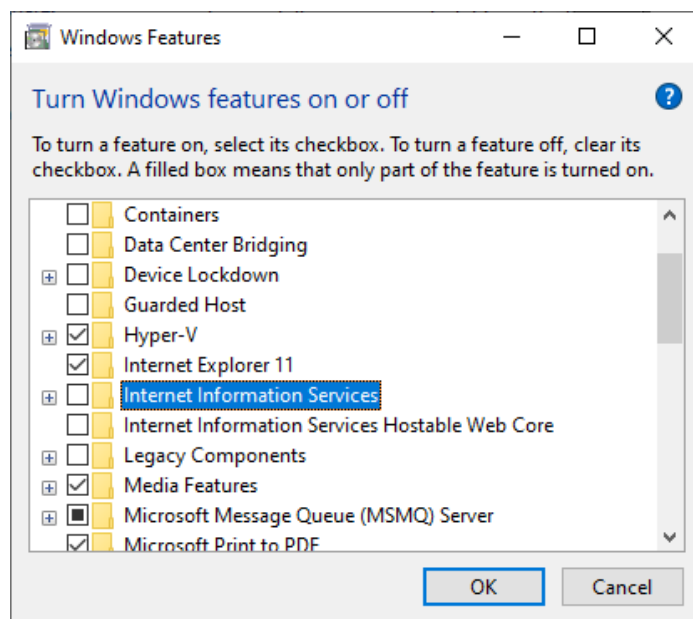

Imagen 28 Seleccione “Servicios de información de Internet”
4. Seleccione “Servicios de información de Internet” (consulte la Imagen 28).